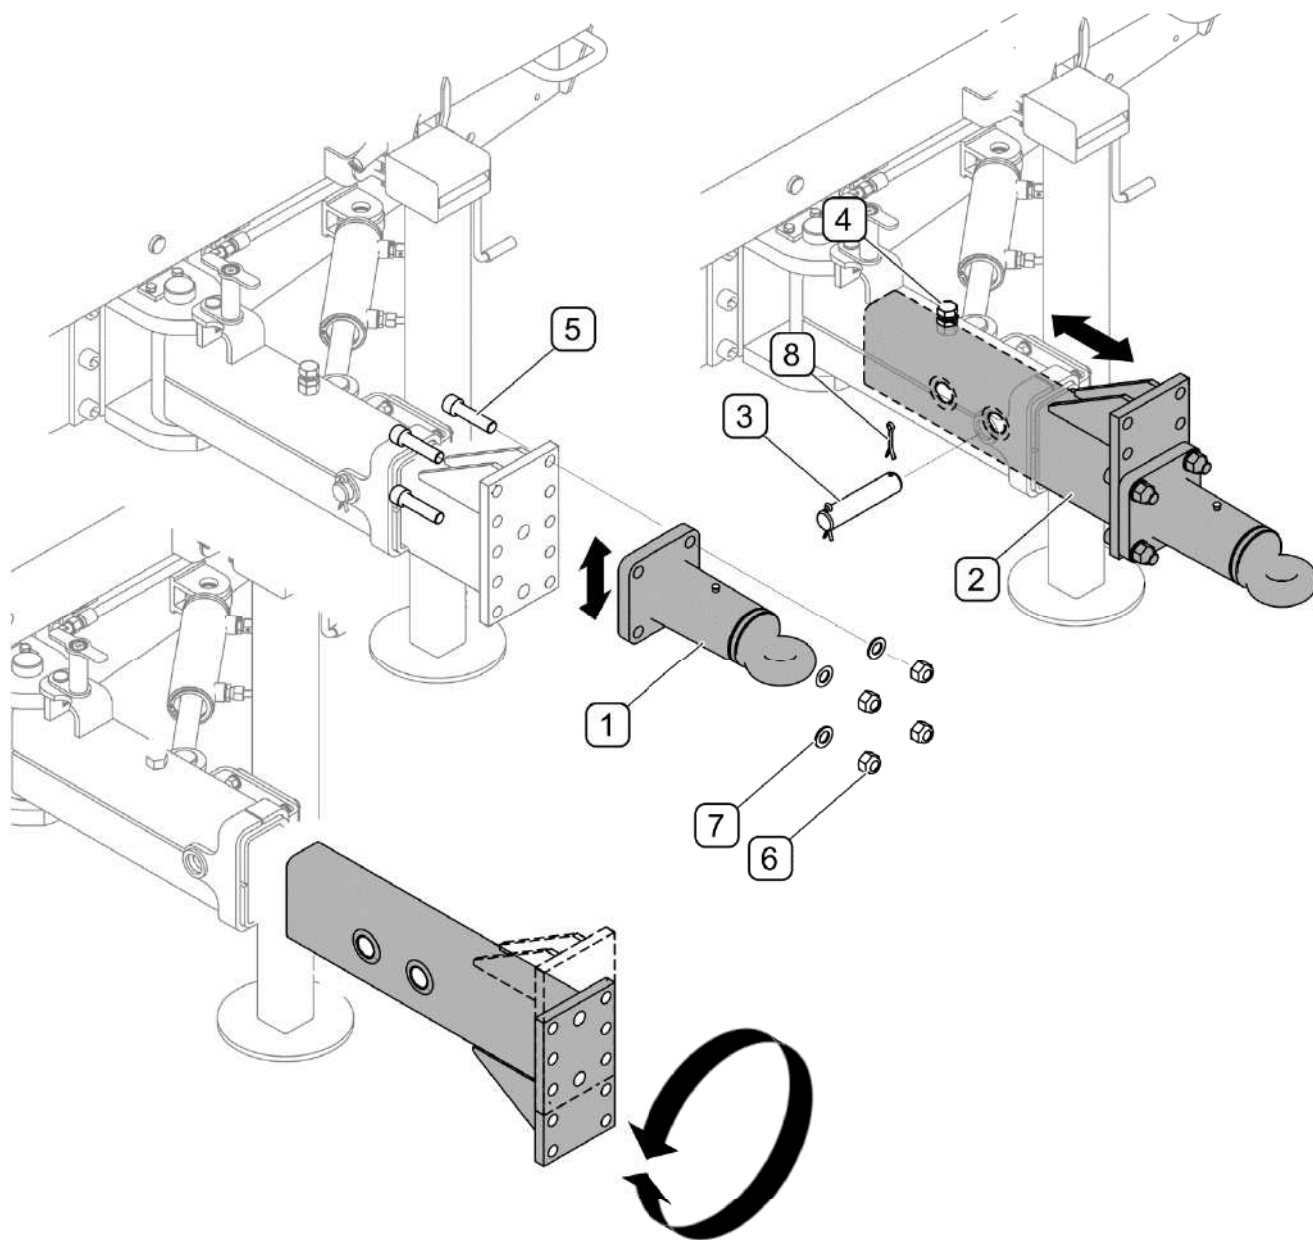

РИСУНОК 4.1 Регулировка сцепки подметально-уборочной машины
С целью оптимальной эксплуатации необходимо отрегулировать положение рамы подметально-уборочной машины - во время работы должна располагаться горизонтально. Для этого следует соответственно отрегулировать положение дышла машины. Для изменения высоты положения дышла (РИСУНОК 4.1) необходимо изменить отверстия крепления тяги (1). Для изменения длины сцепки следует слегка отвинтить прижимной болт (4), вынуть шкворень (3), соответственно задвинуть или выдвинуть дышло (2) и снова заблокировать при помощи прижимного болта (4) и шкворня (3).